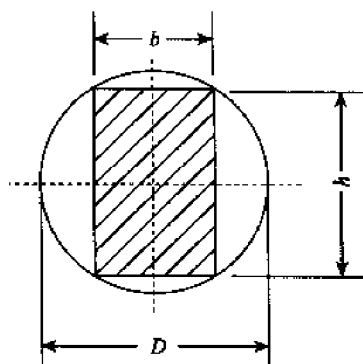

图 5-30
4. 如图 5-30 所示圆木, 直径为 D , 需要从中切取一矩形截面梁, 试问: